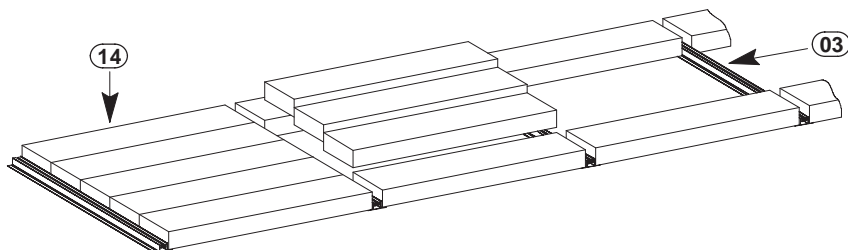

Abbildung 3: Einlegen der Rasenkantensteine
4.) Die Rasenkantensteine (1000 x 250 x 80) (14) unter Berücksichtigung von Tabelle 3.2 - gemäß Abbildung 3 - einlegen.